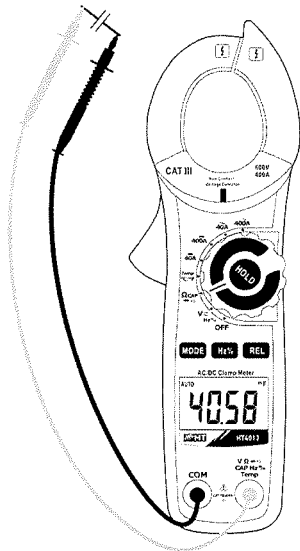

Fig. 6 : Utilisation de la pince pour mesure de capacité
4. Positionner les embouts sur les points désirés du circuit sous test (Fig. 6). La valeur de capacité sera affichée à l'écran